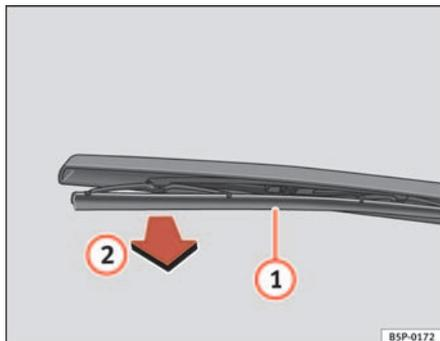

Fig. 160 Cambio de la escobilla del limpiaviento
- Separe el brazo del limpiaviento de la luneta ⇒ fig. 160.
- Desenclipe la escobilla ① y tire de ella ② ⇒ fig. 160.